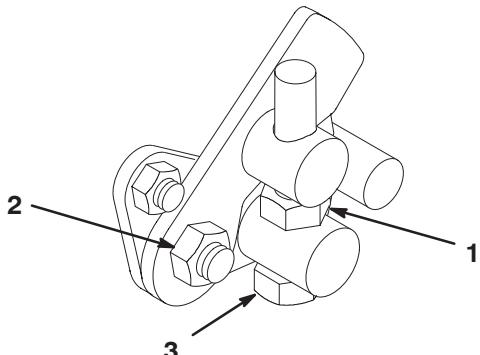

Bild 54
1. Lockern Sie die Klemmmutter an der Drehzapfenkopfschraube (Bild 54).
4. Ziehen Sie die Sicherungsmutter an der Drehzapfenkopfschraube und die Mutter am Pedalgelenk fest, um die Einstellung zu arretieren (Bild 54). Prüfen Sie die Einstellung und nehmen Sie ggf. eine weitere Einstellung vor.